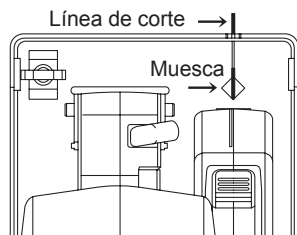

Fig. 7
1. Alinee la línea de mira en la zapata con su línea de corte (Consulte la Fig. 7.)